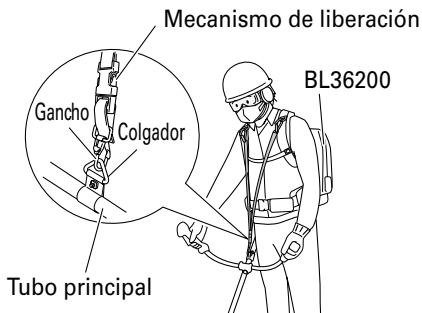

Fig. 14
- (1) Enganche la cinta colgadora en el arnés BL36200 (dos lugares) tal como se muestra en la Fig. 14. A continuación enganche la cinta colgadora del tubo principal (un lugar). Ajuste la cinta colgadora a una longitud adecuada.